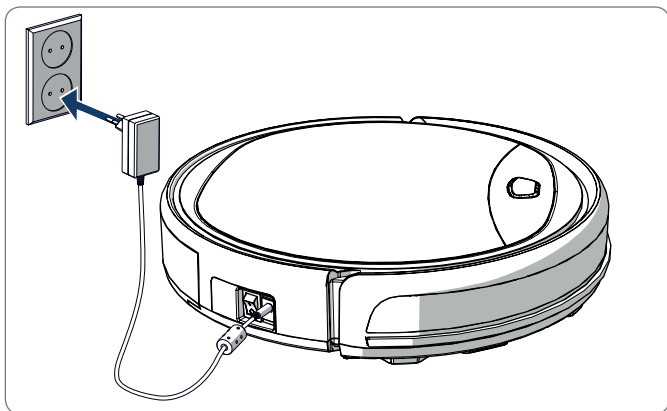

Figura 11 - Carga del robot directamente con el adaptador de alimentación
- Con el adaptador de alimentación directamente conectado al robot. Para hacer esto, introduzca el adaptador en el robot y conecte el otro extremo a un enchufe, vea Figura 11.